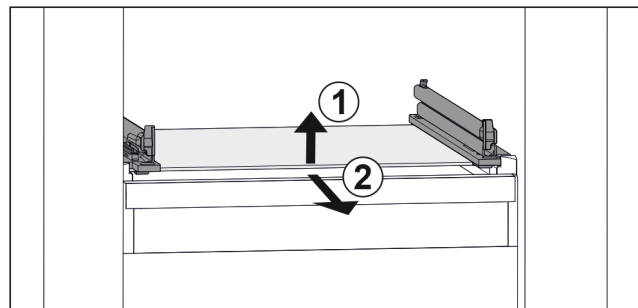

Fig. 90 Exemple de représentation de la tablette en verre
- ▶ Soulever la tablette en verre par l'avant. Fig. 90 (1)
- ▶ Retirer la tablette en verre par l'avant. Fig. 90 (2)